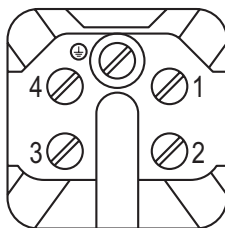

Fig. 10
5. In het contactelement 22 de aansluitklemmen **fig. 10** aansluiten conform de **tabel functies op pag. 9**.